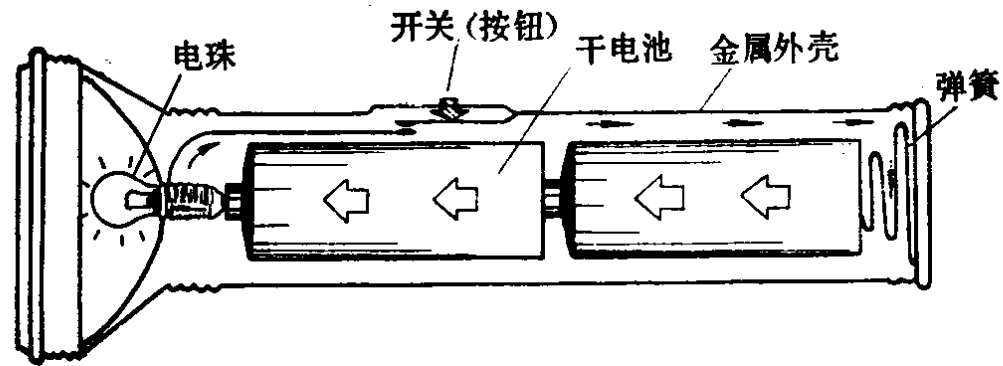

图 1-3 手电筒的结构示意图
**(四) 电流** 图 1-3 画出了手电筒的结构示意图。由图可见, 手电筒是由金属外壳 (或塑料外壳, 此时用金属连片代替金属外壳来传导电流)、干电池、按钮 (开关) 和电珠等组成。当按动按钮时, 电流流过电珠的灯丝, 使它发光。我们虽然用肉眼看不见电流, 但可以从小电珠发光的现象, 感觉到电流是存在的。